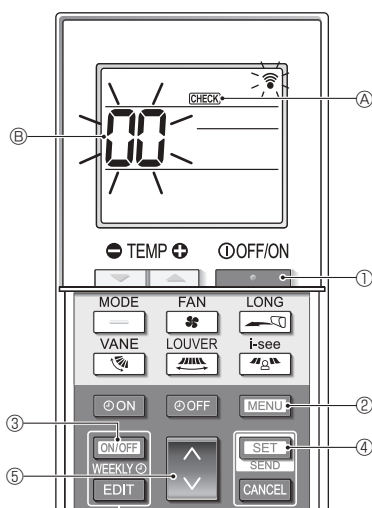

Fig. 7-6
■ Controllo automatico (Fig. 7-6)